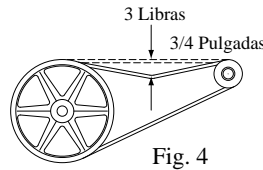

Fig. 4
- **Compruebe la tensión de la correa.** Esto se aplica solamente al modelo RMMB14 que tiene una correa. Los modelos MMB10 y RMMB12 tienen motores de transmisiones directas sin correas. Una fuerza de 3 libras debe desviar la correa 3/4 pulgadas (véase fig. 4). Ajuste la correa si es necesario. Compruebe el correa para saber si hay grietas o desgaste y reemplácela si es necesario.